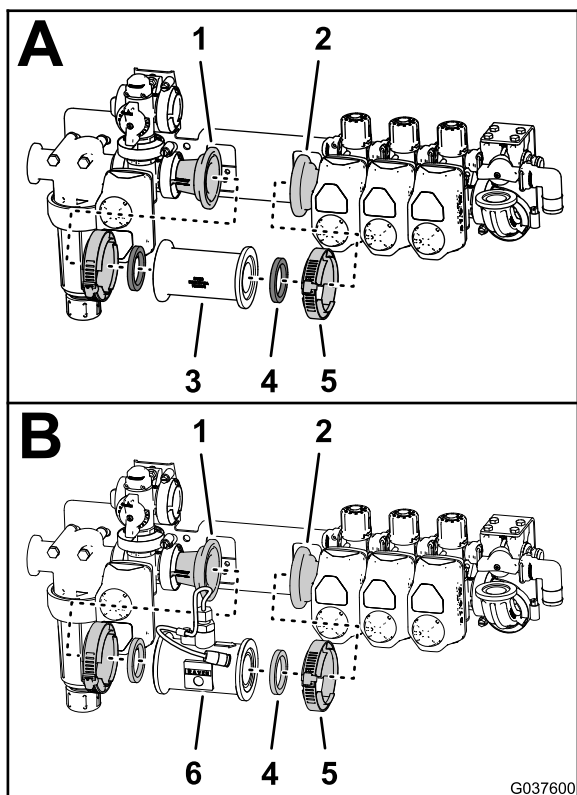

Рисунок 47
- Снимите два фланцевых хомута, которые крепят две уплотнительные прокладки и прямой соединитель к переходным соединителям на клапане перемешивания и клапане левой секции стрелы (Рисунок 47).
3. Совместите прокладки и расходомер с фланцами переходных соединителей на клапане перемешивания и клапане левой секции стрелы (Рисунок 47).
4. Закрепите расходомер на переходных соединителях с помощью двух фланцевых хомутов, снятых при выполнении пункта 1 (Рисунок 47).